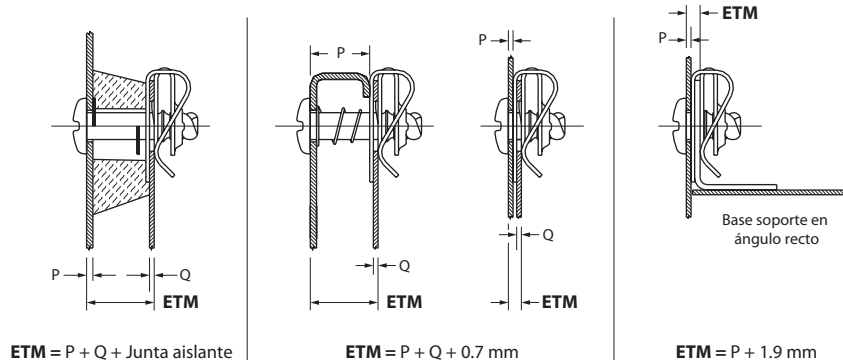

Figura 1: Espesor Total del Material (ETM)
1. Calcule el Espesor Total del Material (ETM) utilizando la figura 1 mostrada abajo.